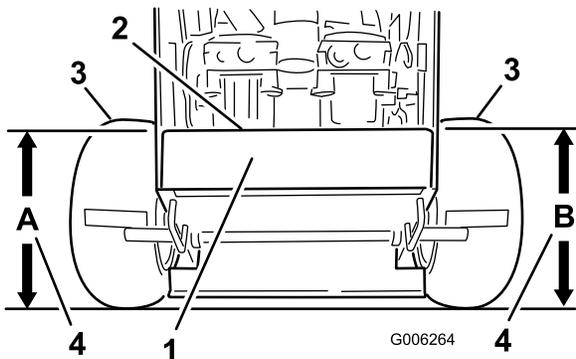

Bild 55
4. Messen Sie die Höhe des Motorchassis an Stelle **A** (Bild 55).
5. Messen Sie die Höhe des Motorchassis an Stelle **B** (Bild 55).